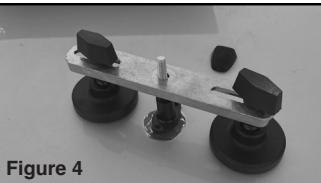

Figure 4
4. Placer la barre horizontale (5) sur la tirette, en réglant les ajusteurs (6) à la longueur souhaitée. Voir figure 4. Visser l'écrou à oreilles (7) sur l'extrémité de la tirette. Continuer à tourner l'écrou à oreilles jusqu'à ce que la bosse soit soulevée. Arrêtez lorsque la bosse revient au niveau normal de la surface. Voir figure 5.
5. Détachez l'écrou à oreilles et retirez la barre horizontale et la tirette de la surface. Appliquez deux gouttes d'alcool isopropylique (non inclus) à l'endroit où la colle a séché. Utiliser le grattoir en plastique (8) pour décoller le morceau de colle ramollie.